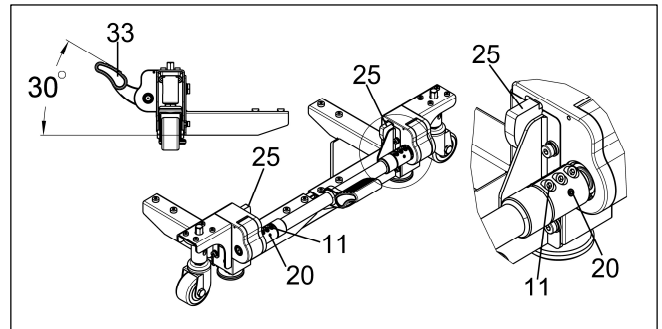

Abb.10
f. Drehen Sie die beiden Nocken "25" in die äußerste Position; drehen Sie dann das Pedal "33" in einen Winkel von 30° zum Boden und ziehen Sie die Befestigungselemente "11" und "20" fest. (siehe **Abb.10**)
- b. Treten Sie auf das Pedal "33". Wenn der Abstand zwischen der Unterseite des Pedals "33" und dem Boden zu gering ist, so dass es unmöglich ist, das Pedal mit dem Fuß anzuheben, lösen Sie bitte die in **Abb.10** gezeigten Befestigungen "11" und "20", drehen Sie dann das Pedal "33" nach oben in eine geeignete Position und ziehen Sie schließlich die
Befestigungen "11" und "20" fest. (siehe **Abb.10**)